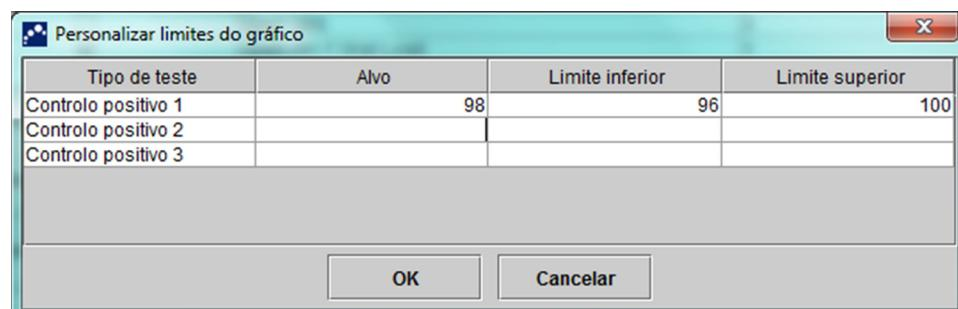

Figura 6-5. Caixa de diálogo Personalizar limites do gráfico
- Botão **Personalizar limites do gráfico** – Selecione os limites de dados que serão utilizados para mostrar os dados. Prima o botão **Personalizar limites do gráfico**. É apresentada a caixa de diálogo Personalizar limites do gráfico. Consulte a figura 6-5.